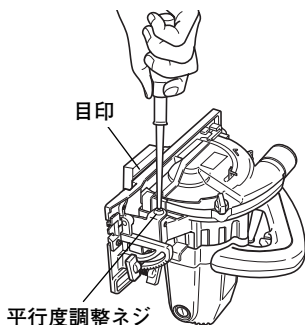

図 19
- (4) 目印を付けた木片をベース前方側に移動し、目印がベース側面に合うように平行度調整ネジを回します。(図 19)
- (5) 調整後、固定ネジをしっかりと締付けます。